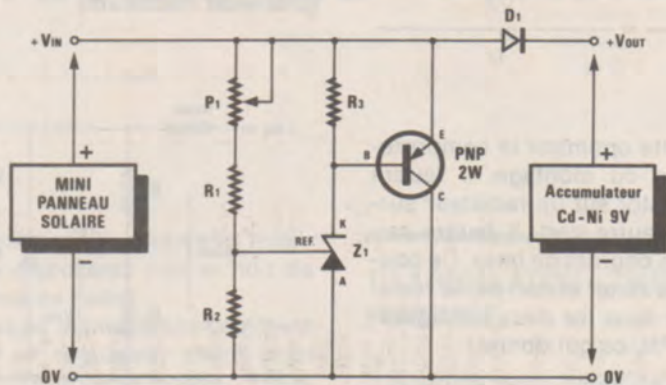

Figure 5 : Schéma du limiteur de tension solaire.
Il est formé de 7 composants, comme le montre la **figure 5**. La diode D_1 est destinée à éviter le retour du potentiel de l'accumu-
• Notre schéma de la **figure 5** est tiré de celui de la **figure 2**, mais le $\mu A 431$ permet par son pont de mesures de corriger les dérives thermiques du transistor de puissance, car il évalue la tension collecteur-émetteur, c'est-à-dire le tout, et il l'asservit à sa propre référence. Ceci est un avantage exclusif.